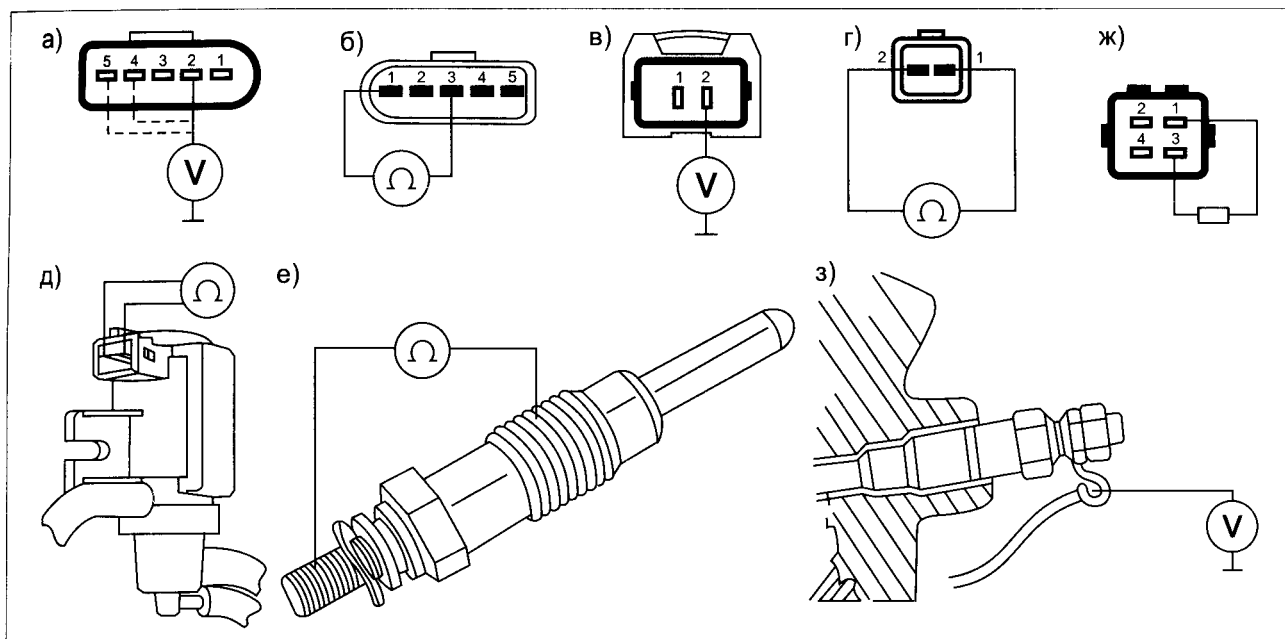

Рис. 10. Проверка компонентов впускной системы
- подключить разъем MAF датчика на место и включить зажигание, на контакте 4 должно быть около 5 В, а на контакте 5 — около 1 В (рис. 10а).
Датчик IAT встроен в корпус датчика MAF. Для его проверки необходимо отсоединить разъем датчика MAF и, смоделировав изменение температуры воздуха, проверить соответствие показаний датчика, как показано в табл. 3 (рис. 10б).
- отсоединить разъем IMACS-клапана и при включенном зажигании проверить наличие напряжения +12 В на контакте 2 разъема жгута, если оно равно нулю, проверить предохранитель F1, реле K46, замок зажигания и соответствующие соединения (рис. 10в);
- измерить сопротивление обмотки клапана, его величина должна быть в пределах 30...40 Ом (рис. 10г);
- отсоединить разъем клапана TC и при включенном зажигании проверить наличие напряжения +12 В на контакте 2 разъема жгута, если оно равно нулю, проверить предохранитель F2, реле K46, замок зажигания и соответствующие соединения (рис. 10в);
- измерить сопротивление обмотки клапана, его величина должна быть в пределах 14...20 Ом (рис. 10д);
- выкрутить свечи накаливания из головки блока цилиндров и проверить их внутреннее сопротивление (рис. 10е), его величина должна быть около 0,3 Ом;
для имитации низкой температуры, между контактами 1-3 разъема включить резистор сопротивлением 6 кОм (рис. 10ж);
- включить зажигание и с помощью вольтметра проверить время предпускового подогрева, на шине свечей около 13 секунд должно быть напряжение около 9...12 В (см. рис. 10з). Если этого не происходит, проверить предохранитель F4, F6, реле K22, K46, замок зажигания и соответствующие соединения, при необходимости вернуться к проверке ЕСМ.